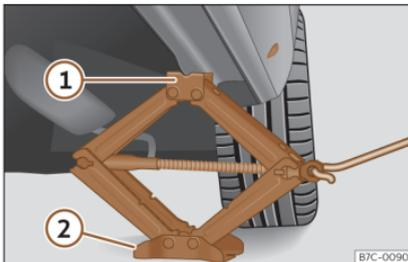

Fig. 169 Larguero: colocación del gato del vehículo.
- Gire la manivela del gato, situado bajo el punto de apoyo del larguero, para elevarlo hasta que la pestaña ① » » fig. 169 quede situada bajo el alojamiento previsto.
- Alinee el gato de modo que la pestaña ① “agarre” en el alojamiento previsto del larguero y la placa base móvil ② quede apoyada en el suelo. La placa base ② debe caer en la vertical respecto al punto de apoyo ①.